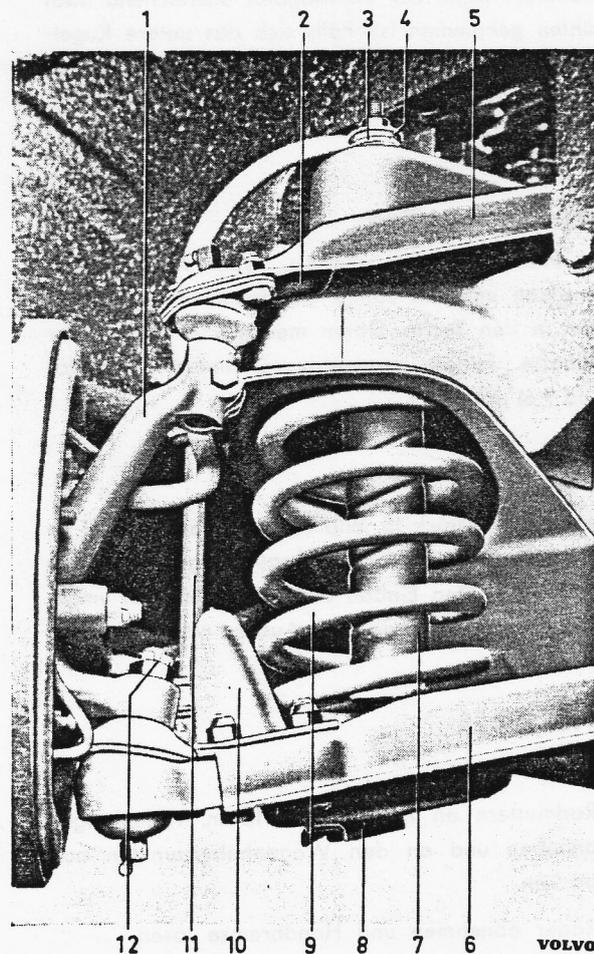
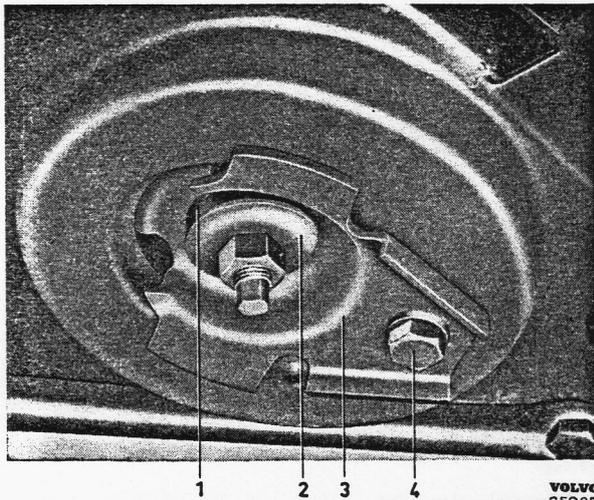
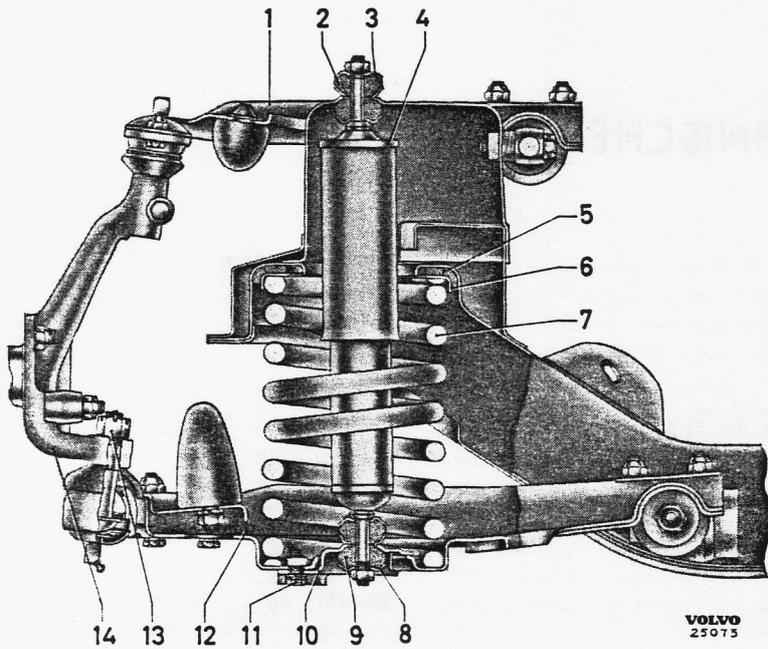

Bild. 9-1. Vorderfeder und Stossdämpfer
Bild 9-2. Untere Befestigung für vorderen Stossdämpfer
Bild 9-6. Vorderfeder und Stossdämpfer
4. Stossdämpfermuttern abdrehen, Scheiben entfernen und äussere Gummibuchsen (Bild 9-1 und 9-2) abnehmen. Schraube (4) für Befestigungsplatte (Bild 9-2) abdrehen und Befestigungsplatte mit Stossdämpfer zusammen nach unten herausziehen.
Feder vor dem Einbau messen. Feder völlig zusammenpressen und die Länge entsprechend den Belastungen in den Techn. Daten messen. Schwache oder schadhafte Federn erneuern. Gummizwischenstück (5, Bild 9-6) prüfen.
Gummizwischenstück (5, Bild 9-6) und Federsitz (6) im Federgehäuse vom Vorderachsquerträger an ihren Platz bringen. Den Einbau der Vorderfeder in umgekehrter Reihenfolge wie den Ausbau vornehmen.
1. Obere Befestigungsmutter abdrehen, Scheibe (4 Bild 9-1) und Gummibuchse entfernen.
2. Untere Befestigungsmutter, Scheiben, Befestigungsplatte und Gummibuchse entfernen, siehe Bild 9-2.
3. Sechskantschraube (4) für Befestigungsplatte (3) im unteren Schwingarm abdrehen und Befestigungsplatte und Stossdämpfer herausziehen.
4. Der Einbau erfolgt in der entgegengesetzten Reihenfolge des Ausbaues. Scheiben und Befestigungsplatte, wie in Bild 9-6 gezeigt, montieren. Mutter anziehen, bis 3 mm des Befestigungs-Gewindes aus der Mutter herausstehen.